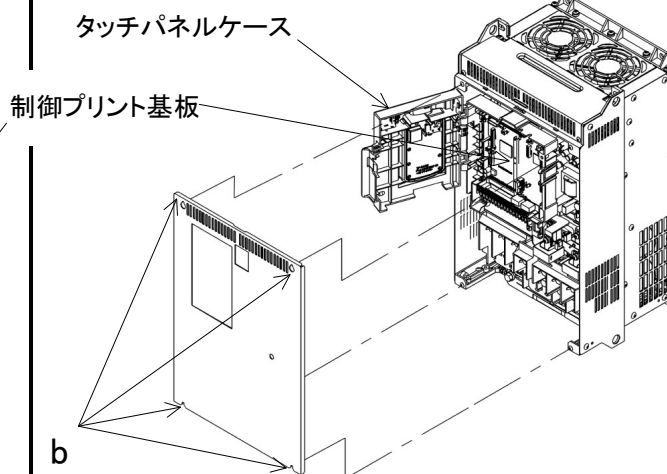

図 2.1-2 前カバーの取外し方法
- (1) 図 2.1-2 のように、b 部の表面カバー取付けネジ（容量により個数は異なります）を外し、表面カバーを取り外してください。
- (2) タッチパネルケースを開けてください。
- (5) 図 2.1-1, 図 2.1-2 の「前カバーの取外し方法」を参照して、前カバーを取り外した手順と逆に取り付けます。